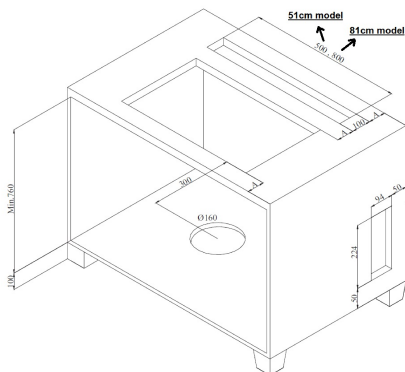

Fig. 12
- Hullet produktet skal monteres i skal have målene som på tegningen 100mm. x 500mm eller 100mm. x 800mm. alt efter model/version (Fig. 12).